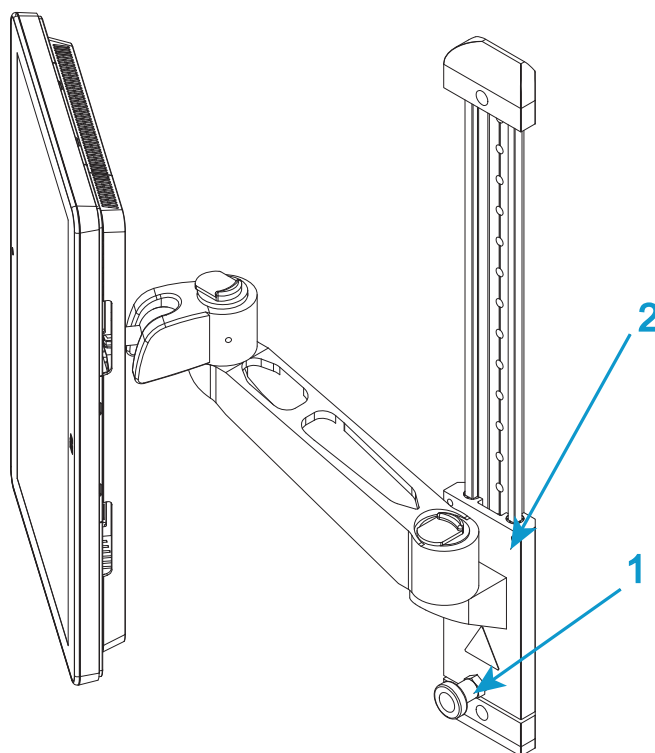

図 11. 高さの調整
1. 様々なオペレータが快適に使用できるように Bluehill® オペレータ ダッシュボード の高さを調整することができます。ロック (48 ページの 図 11 の 1) を緩め、取り付けアーム (48 ページの 図 11 の 2) を希望の高さにスライドします。ロックを再び締め付けます。